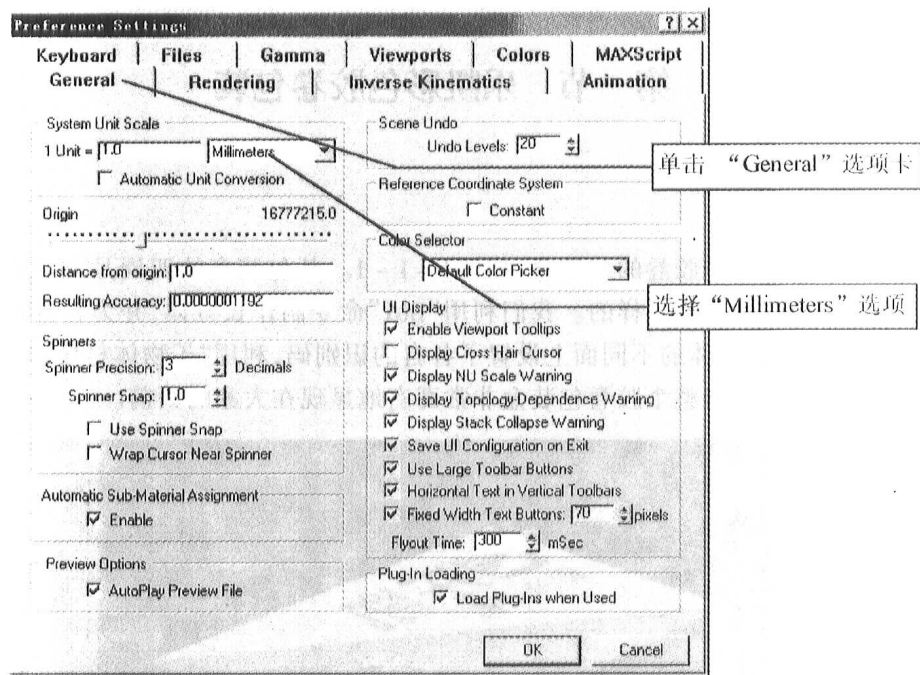

图 1-1-2
- (1) 单击“Windows”桌面上的“3dsmax”桌面快捷方式按钮,启动“3dsmax3.0”程序。
- (2) 这时屏幕上出现了“3dsmax3.0”程序软件的应用界面,单击“Customize”(自定义)→“Preferences”(系统参数设置)菜单命令,进行系统设置。
(3) 这时屏幕上出现了一个“Preference Settings”(系统参数设置)对话框,如图 1-1-2,单击其中的“General”(基本参数)选项卡,在“System Unit Scale”(系统长度单位)选项栏中的下拉列表框中选择“Millimeters”(毫米)选项,表示绘制图形的一个长度单位等于实际物体 1 毫米的长度。然后单击“OK”按钮,完成系统长度单位的设置,并关闭对话框。